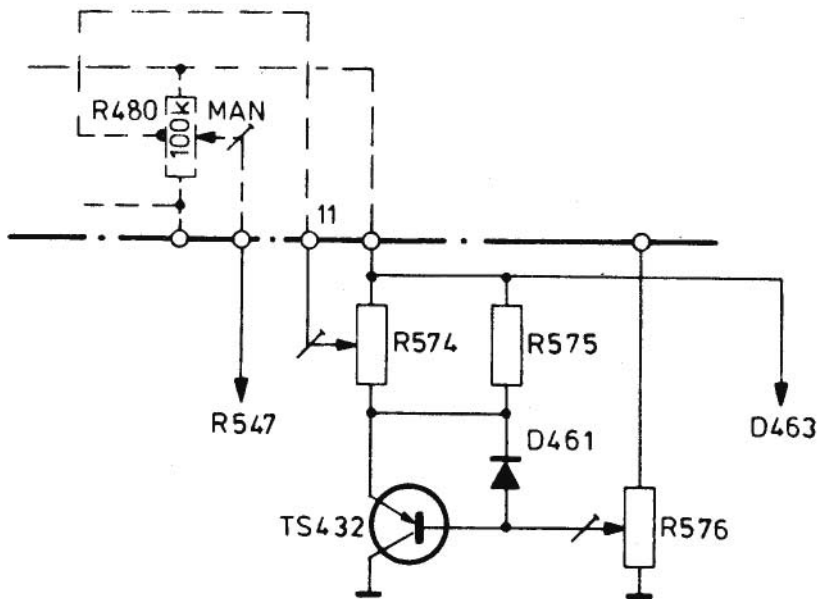

fig.1
- Om de wijzerinstelling bij 96 MHz te verbeteren is de schakeling van de preselection unit gewijzigd volgens fig. 1. Zoals aangegeven in fig.1, is een extra aftakking van de manual potentiometer aangebracht. Deze verbinding loopt van het preselection paneel U403, via de connector, geplaatst boven R593 op het hoofdpaneel blok  $\textcircled{E}$  naar R480.